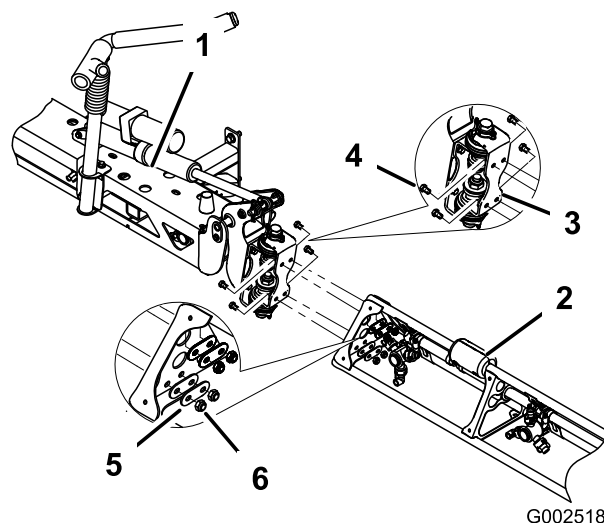

Bild 15
7. Montieren Sie die Auslegersektion mit den in Schritt 6 entfernten vier Schrauben, vier Mutterscheiben und vier Muttern an der Scharnierplatte des mittleren Auslegers, siehe **Bild 15**.